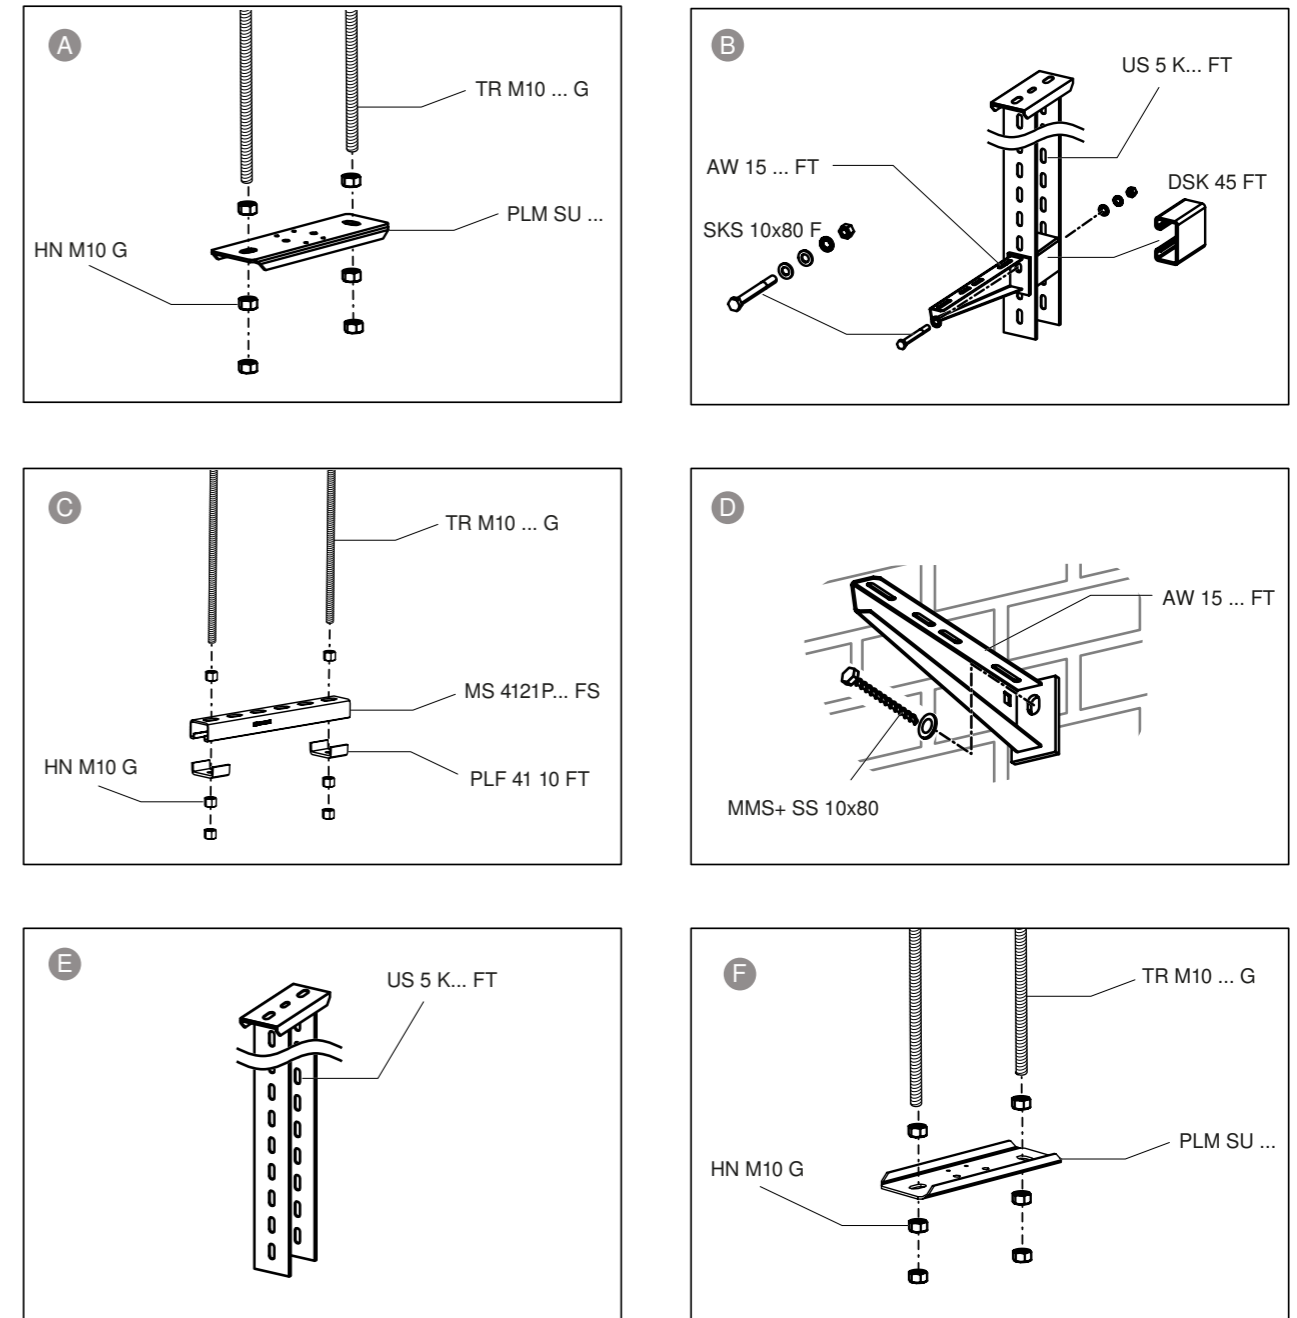

Abb. 9: Montáž nosných systémů
3. Namontujte nosný systém podle Abb. 9.